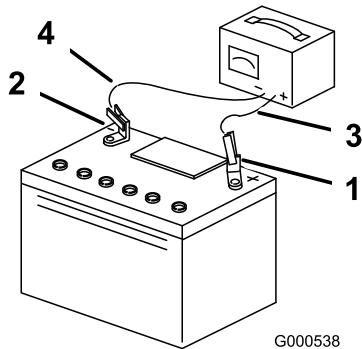

Figura 37
5. Cuando la batería esté completamente cargada, desconecte el cargador del suministro eléctrico, y desconecte los cables del cargador de los bornes de la batería (Figura 37).